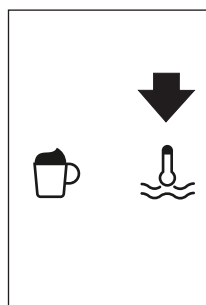

Fig. 27
- ▶ Apăsăți pe pictograma  (B13) (Fig. 27).